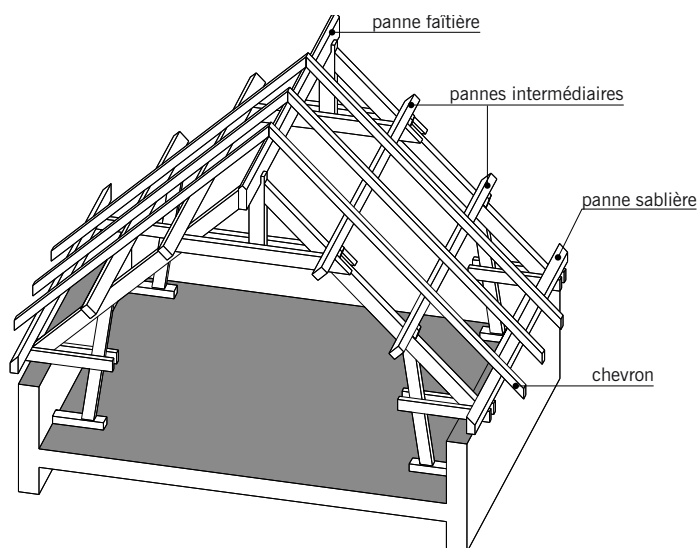

fig. 5.6
■ La **ferme à entrait retroussé** (fig. 5.6 et 5.7) : ferme particulière permettant l'habitabilité des combles (espaces délimités par les versants de toiture et le dernier plancher).